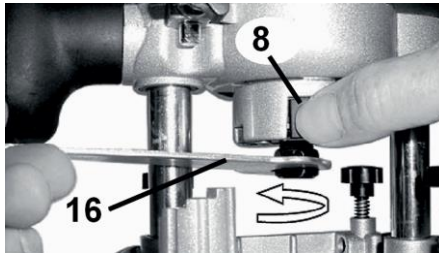

Рисунок 2
За допомогою ключа (16) (рисунок 2), що входить у комплектацію, відкрутити/закрутити цанговий патрон.
За допомогою ключа (16) (рисунок 2), що входить у комплектацію, розтиснути цанговий патрон.